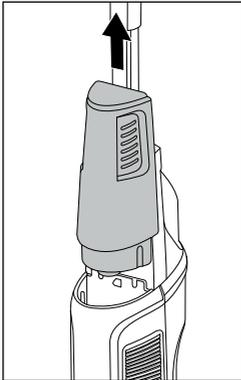

Fig. 6
- ◆ Prindeți rezervorul de apă curată **11** de candelurile de prindere laterale și trageți-l în sus din aparat (a se vedea fig. 6).